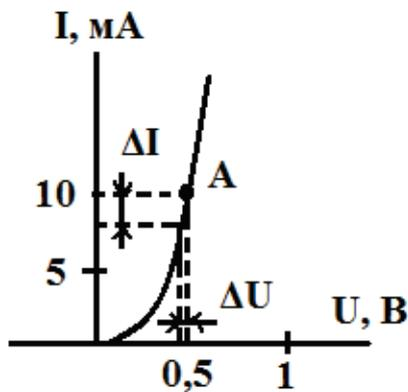

Рис. 1.4
3. Определить дифференциальное сопротивление диода в т.А (рис.1.4)